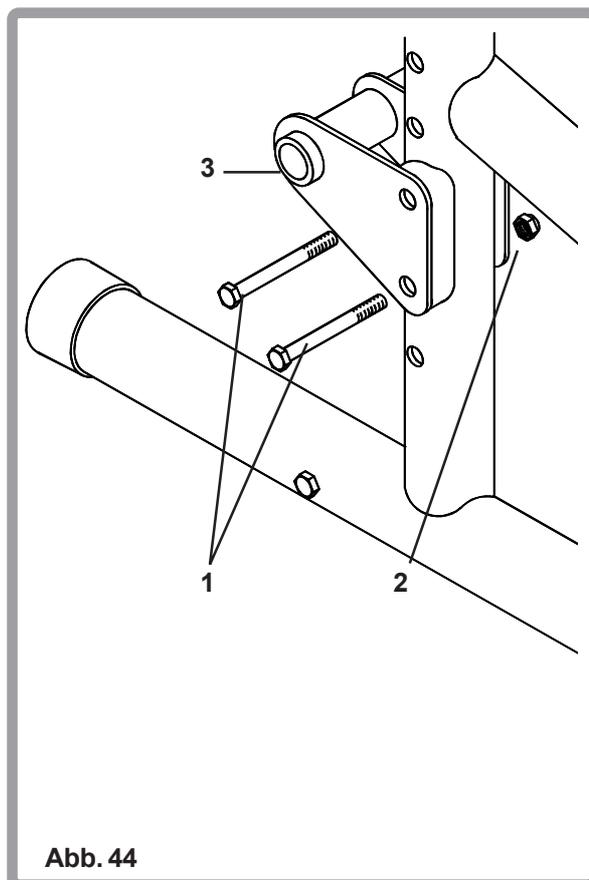

Abb. 44
Um die Sitzhöhe hinten zu verstellen, kann die Radhalterung (3) in der Höhe verstellt werden (Abb. 44). Entfernen Sie die beiden Schrauben (1) und Muttern (2) und bringen Sie die Radhalterung (3) in die gewünschte Position. Nun können Sie die Schrauben wieder festziehen.